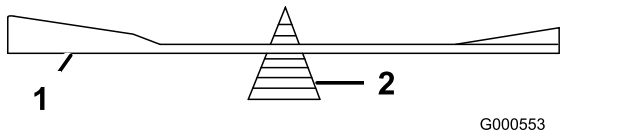

Figure 117
2. Vérifiez l'équilibre de la lame en la plaçant sur un équilibreur (Figure 117).